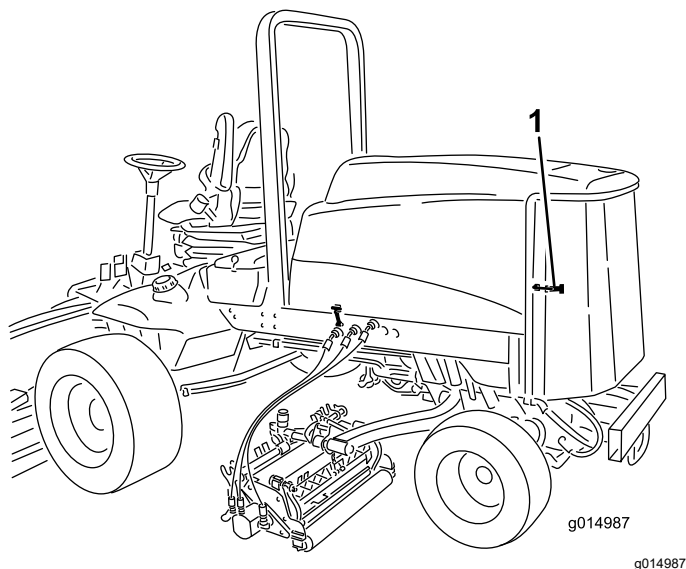

Figura 70
1. Sbloccate la griglia posteriore ed apritela (Figura 70). Ripulite accuratamente la griglia da tutti i detriti.